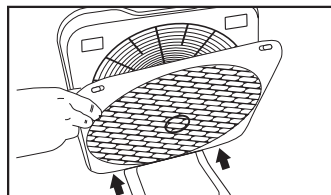

Fig. 19
8. Coloque las lengüetas de la parte inferior de la placa de la rejilla en la base de la unidad. Vea la Fig. 19.